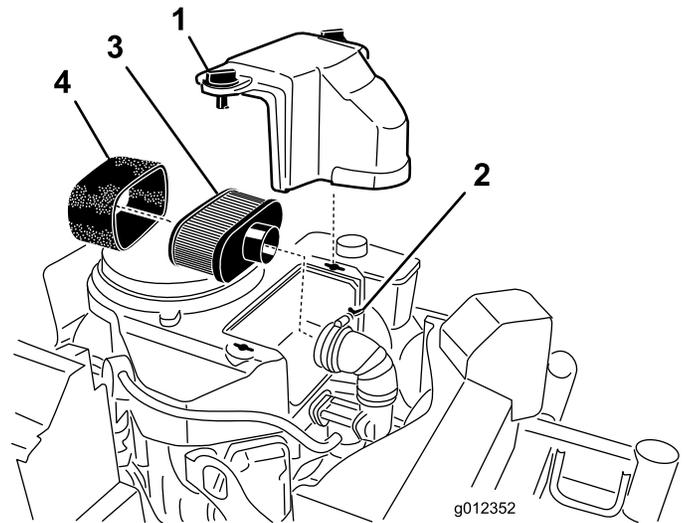

Figura 42
3. Limpie alrededor del limpiador de aire de forma que la suciedad no penetre en el motor y cause daños (Figura 42).
4. Desenrosque los pomos de la cubierta y retire la cubierta del limpiador de aire (Figura 42).
5. Desenrosque la abrazadera y retire el conjunto del limpiador de aire (Figura 42).
6. Retire cuidadosamente el filtro de gomaespuma del filtro de papel (Figura 42).
1. No limpie el filtro de papel, cámbielo (Figura 42).
1. Deslice cuidadosamente el filtro de gomaespuma sobre el filtro de papel (Figura 42).
2. Coloque el conjunto del limpiador de aire sobre su base o manguera y sujételo con la abrazadera (Figura 42).
3. Coloque en su posición la cubierta del limpiador de aire y apriete el pomo de la cubierta (Figura 42).